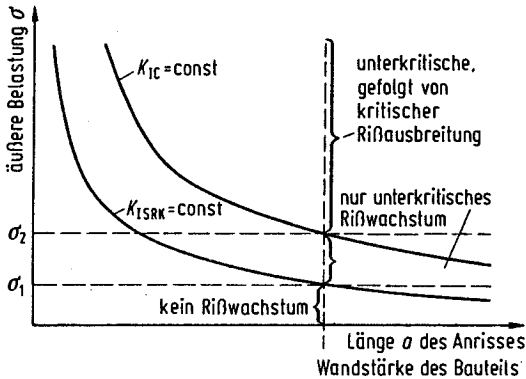

Bild A 12.1
- 3.a) Für eine Bemessung der zulässigen Spannung nach dem "Leck vor Gewaltbruch-Prinzip" muß kritisches Rißwachstum ausgeschlossen werden, die Belastung muß für den beobachteten Anriß zwischen der Kurve K_{ISRK} und der Kurve K_{IC} liegen (Bild A 12.1).